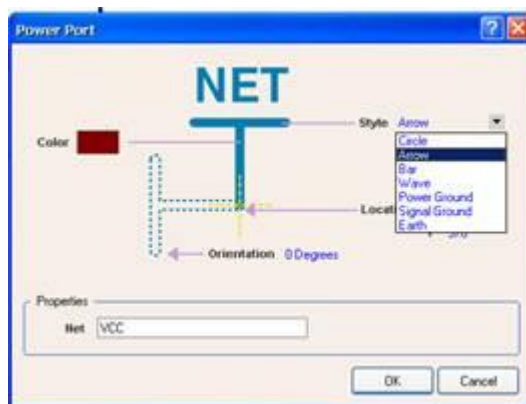

图 4-23 电源和接地符号对话框
(1) 启动放置电源和接地符号后，光标变成十字形，同时一个电源和接地符号悬浮在光标上。按 **Tab** 键弹出 **Power Port**（电源和接地符号）属性对话框如图 4-23 所示。
- **Style**（电源类型）：单击电源类型的下拉菜单按钮，出现七种不同的电源类型如图 4-23 所示。和电源与接地工具栏中的图标存在一一对应的关系。读者不妨自己试试看一下相互的对应关系。